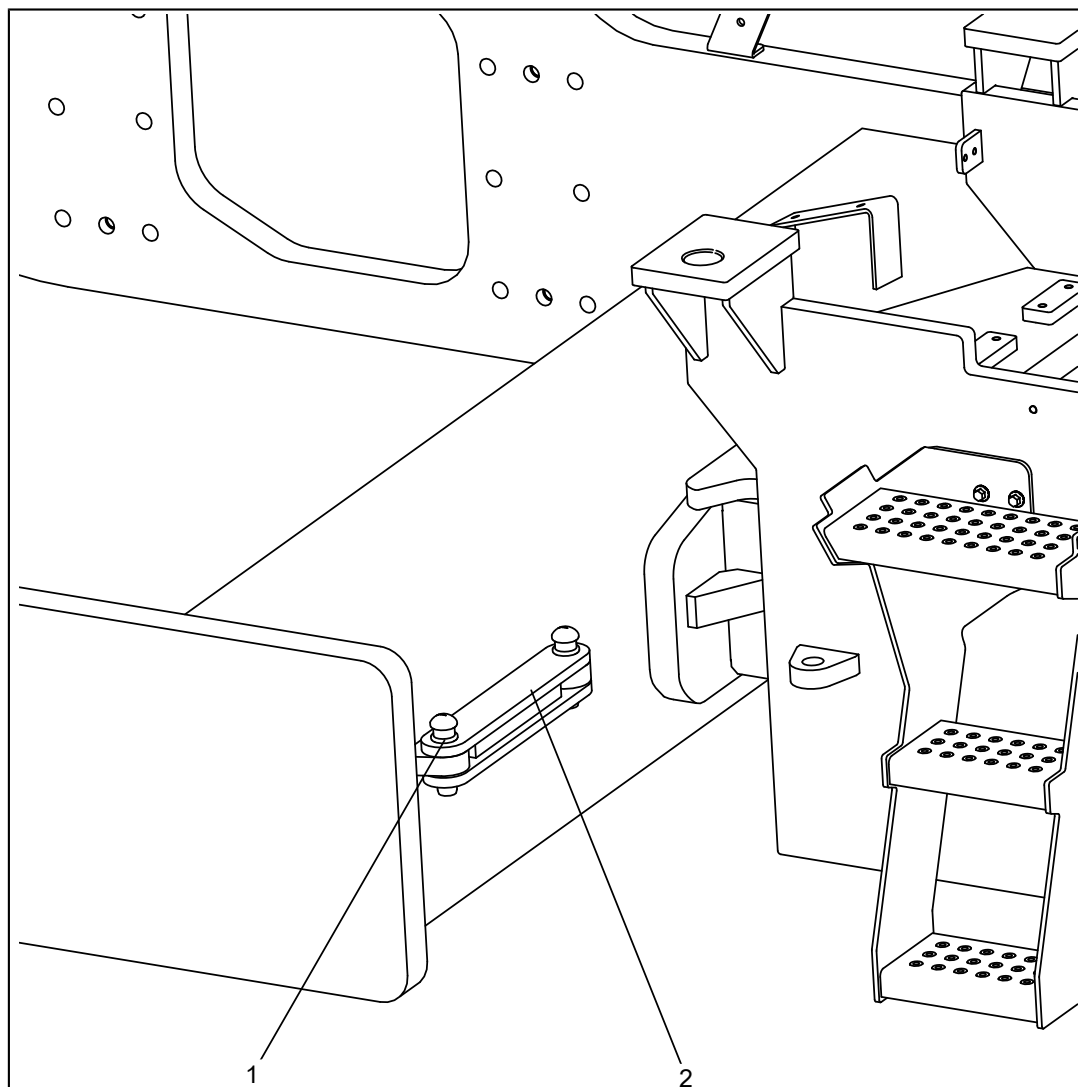

Рис. 2-8 Механизмы блокировки передней и задней рамы находятся в раздельном состоянии.
- Механизмы блокировки передней и задней рамы находятся в раздельном состоянии (**Рис. 2-8**).